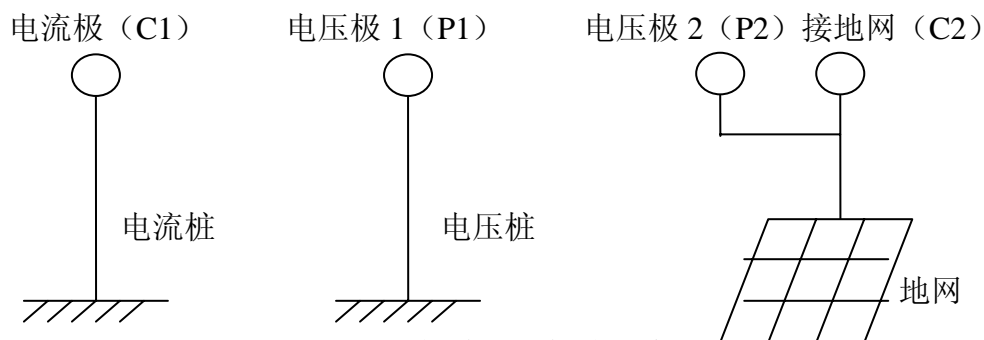

图 2 三极法测量接线示意图
2.3、电流测试线和电压测试线按规定的长度将一端与仪器相接后平行放出。另一端分别接在两支地桩上（如图 2 所示）。